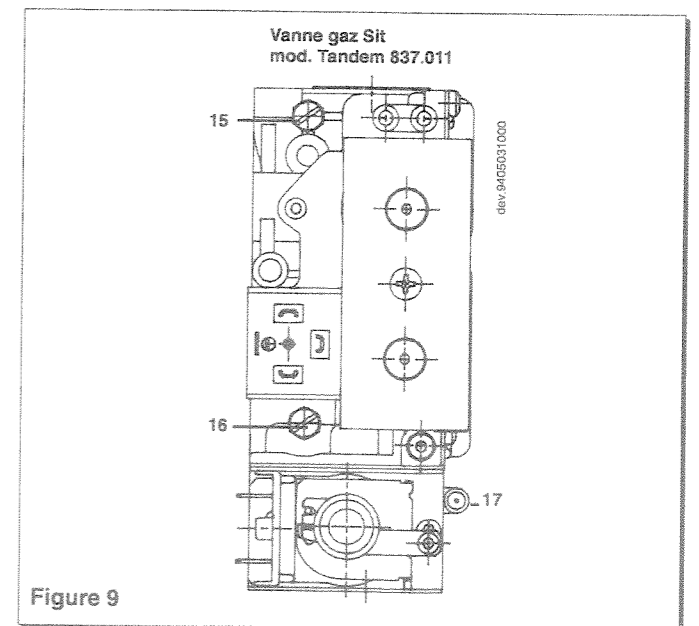

Figure 9
- \* s'assurer que la pression dynamique d'alimentation de la chaudière, mesurée au niveau de la prise de pression (16) de la vanne gaz (figure 9 de la page 11) soit correcte.